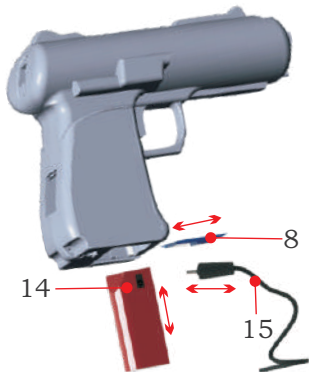

Рис. 6
Для зарядки АКБ (Рис. 6) необходимо снять заднюю крышку (8) отсека АКБ. Вынуть из отсека АКБ. Присоединить к зарядному гнезду (14) АКБ (до упора не подсоединять!) шнур зарядного устройства (ЗУ) (15). Вилку сетевого шнура зарядного устройства включить в бытовую электросеть (~220 В, 50 Гц), при этом на зарядном устройстве загорается красный светодиод, что свидетельствует о начале зарядки АКБ.